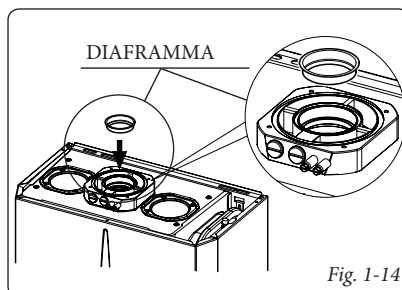

Fig. 1-14
Installazione diaframma. Per un corretto funzionamento della caldaia in configurazione con aspirazione diretta è necessario installare sull'uscita della camera stagna e prima del condotto di scarico un diaframma Ø 39 (Fig. 1-14).
N.B.: il diaframma viene fornito di serie unitamente alla caldaia (Fig. 1-14).
Installazione diaframma. Per un corretto funzionamento della caldaia è necessario installare sull'uscita della camera stagna e prima del condotto di aspirazione e scarico un diaframma (Fig. 1-14). La scelta del diaframma appropriato avviene in base al tipo di condotto e alla sua massima estensione: detto calcolo si può effettuare con l'utilizzo delle seguenti tabelle: